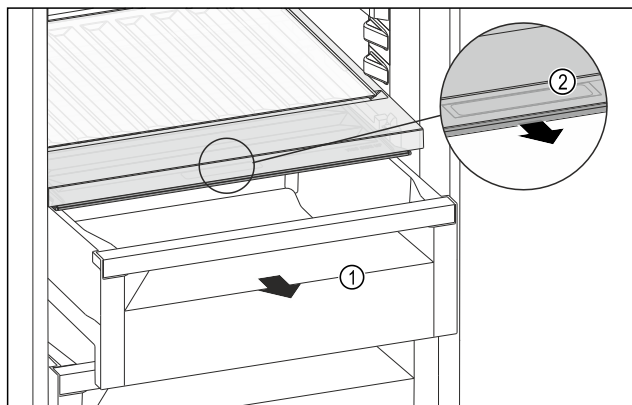

Fig. 138
- Estrarre il cassetto Fig. 138 (1).
- Afferrare la maniglia incassata Fig. 138 (2) sul coperchio dello scomparto e tirare allo stesso tempo in avanti il coperchio dello scomparto.